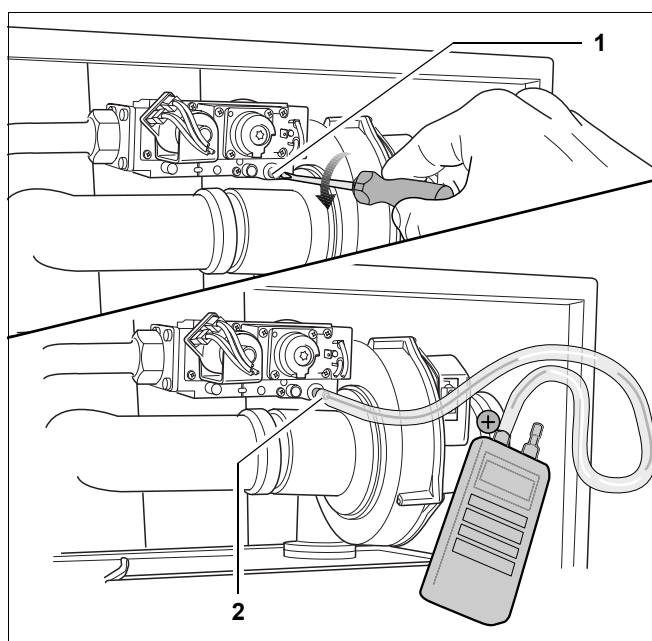

Fig. 83 Controlați raportul gaz/aer
- Se desface șurubul de strângere de la niplul de măsurare pentru presiunea arzătorului rotindu-l de două ori (Fig. 83, **Poz. 1**).
- Legați borna pozitivă a aparatului de funcționare a presiunii cu un furtun de niplul de măsurare pentru presiunea arzătorului (Fig. 83, **Poz. 2**).